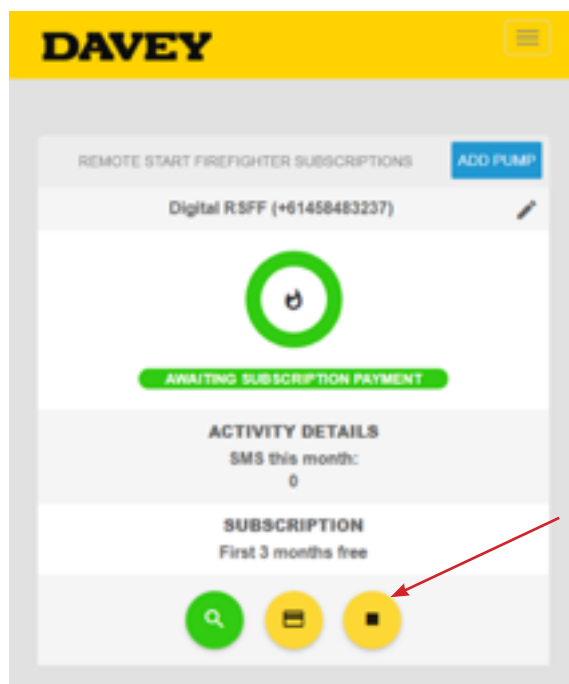

Figure 7.18
- > Pour arrêter les paiements d'abonnement récurrents, cliquez sur le carré à droite (*Figure 7.18*).